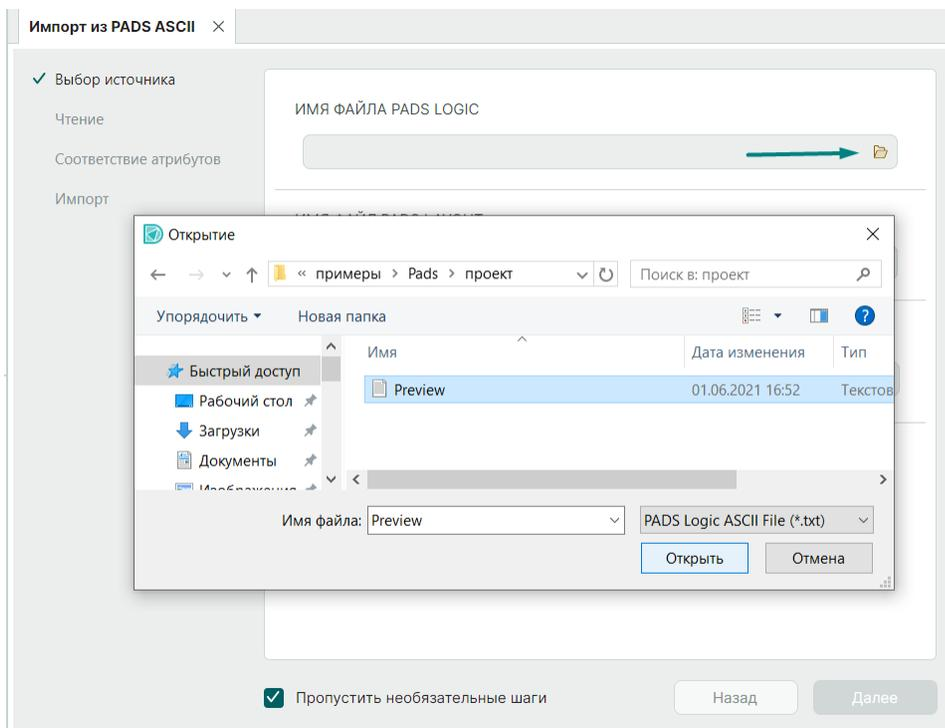

Рис. 17 Выбор импортируемых файлов
1. На этапе «Выбор источника» нажмите  и выберите файлы для импорта, см. Рис. 17.